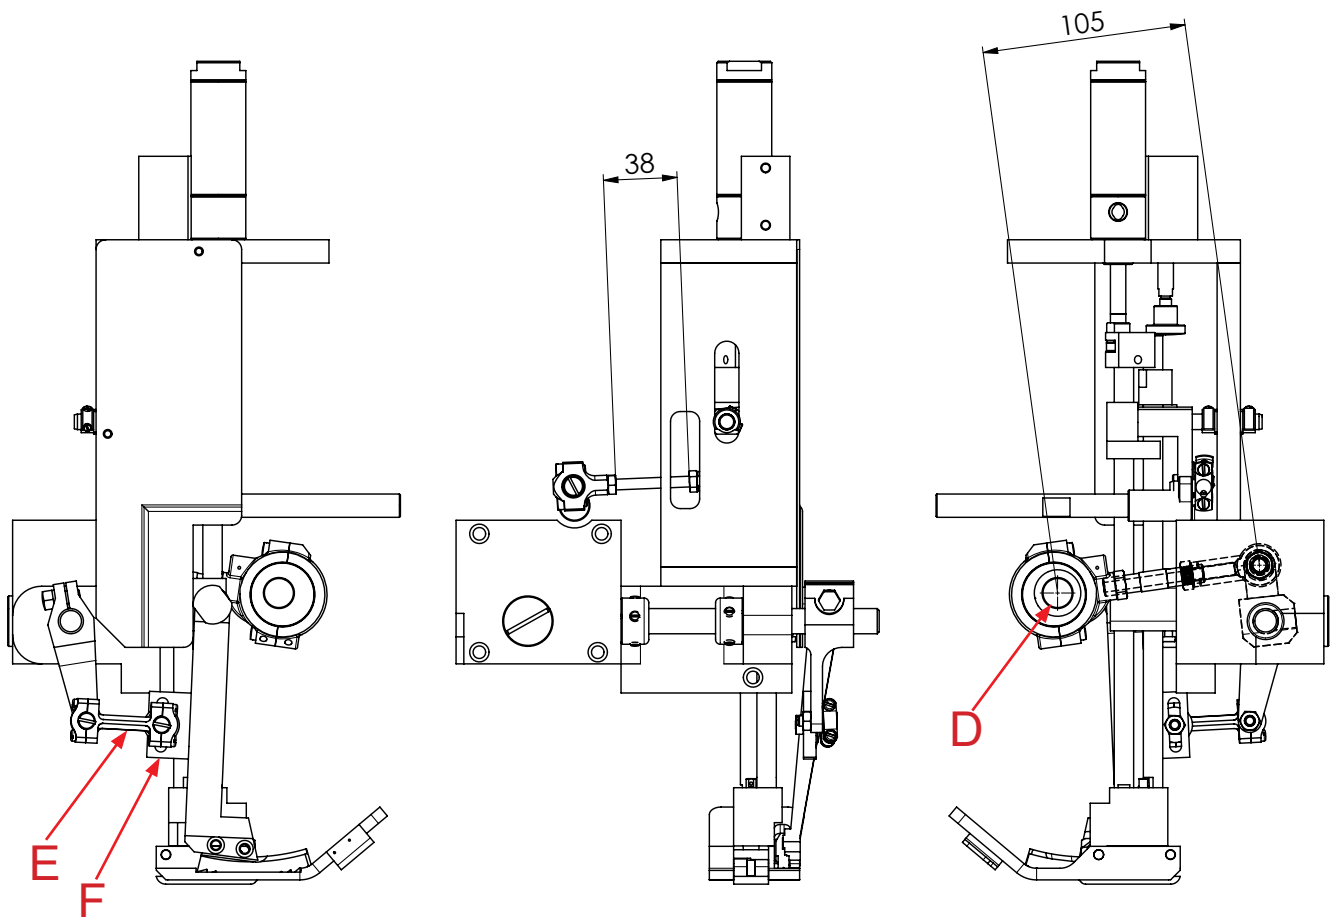

Fig. 3
2. Turn the eccentric (D, Fig. 3) on the main shaft until lower feed and presser foot feed simultaneously.
The stitch length should be adjusted to the lower feed: By pushing the double link (E, Fig. 3) on the upper feed lever (F, Fig. 3) upwards the stitch becomes longer, downwards the stitch becomes shorter.
2. Exzenter (D, Fig. 3) auf Hauptwelle verdrehen bis Untertransport und Obertransport synchron transportieren.
Die Stichlänge sollte an den Untertransport angepasst sein: Durch Verschieben des Doppelgelenks (E, Fig. 3) am Transporteurhebel (F, Fig. 3) nach oben wird der Stich länger, nach unten kürzer.